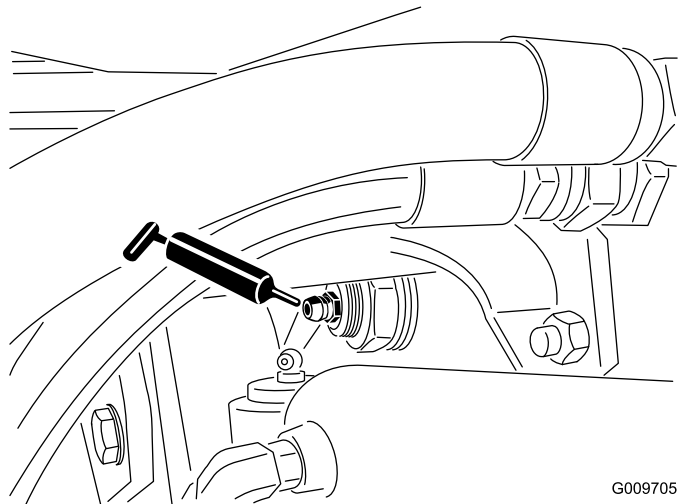

Figura 34
- Boccole orientabili dell'assale posteriore (2) come illustrato nella Figura 34